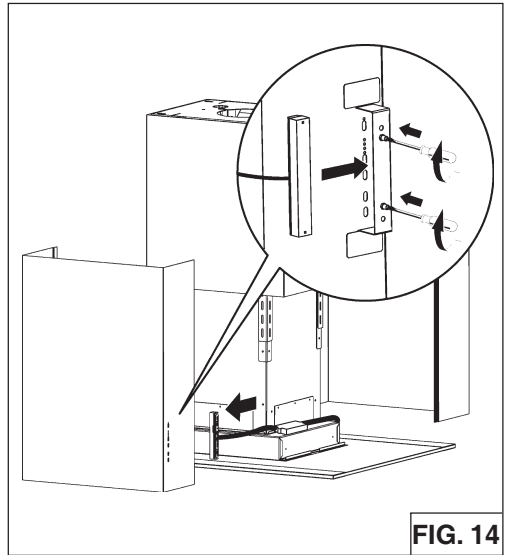

FIG. 14
5. Installez l'assemblage de la boîte de commutation pour la cheminée avant inférieur en serrant les 2 vis déjà insérées dans le support soudé à la cheminée (Fig.14).